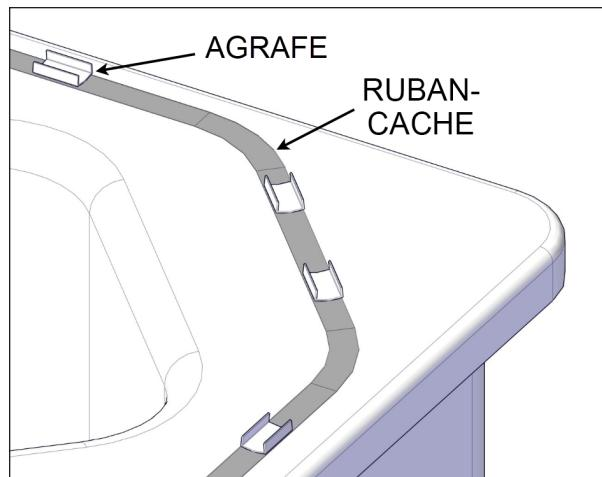
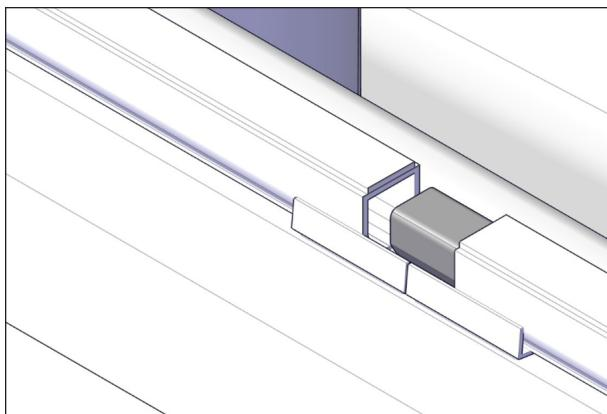
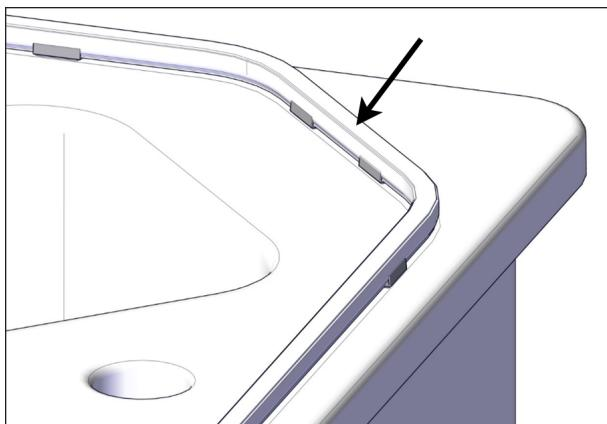

FIGURE 61: AGRAFES ET RUBAN-CACHE
FIGURE 62: CONNEXION DU JOINT
FIGURE 63: INSTALLATION DU JOINT
4. Poser le ruban-cache tout autour du spa à l'endroit où le joint d'étanchéité sera installé. Idéalement, le joint doit être placé le plus près possible du rebord inférieur du spa sur une surface plane, voir Figure 61.
5. Le nombre d'agrafes fournies est limité. Installer temporairement les agrafes tout autour du spa pour s'assurer d'une bonne distribution (ne pas coller maintenant). Le rayon minimal pour les coins est de 10 cm (4 po), voir Figure 61. Garder deux agrafes pour la connexion des bouts du joint tel que montré dans la Figure 62. Une fois la distribution terminée, coller les agrafes en place (sur le ruban si applicable).
6. Le départ du joint est sur le côté opposé à l'entrée du spa. Installer deux agrafes à l'endroit où les deux bouts du joint vont se rejoindre et où sera installé la connexion du joint, voir Figure 62.
7. Installer le joint d'étanchéité avec la surface adhésive orientée vers le couvercle, voir Figure 62 et Figure 63.
9. Insérer la pièce de jonction du joint d'étanchéité fournie dans les deux extrémités du joint d'étanchéité. L'utilisation de ruban- cache pour retenir les deux extrémités ensemble est recommandée, voir Figure 62.